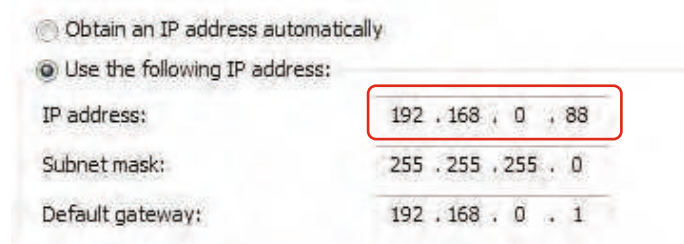

Fig. 6.4
- (3) Doppio click su "Internet Protocol Version 4 (TCP/IPv4)" per impostare "Internet Protocol (TCP/IP) Properties". Impostare l'indirizzo IP come 192.168.0.88, premere "OK" (Vedere Fig. 6.4).